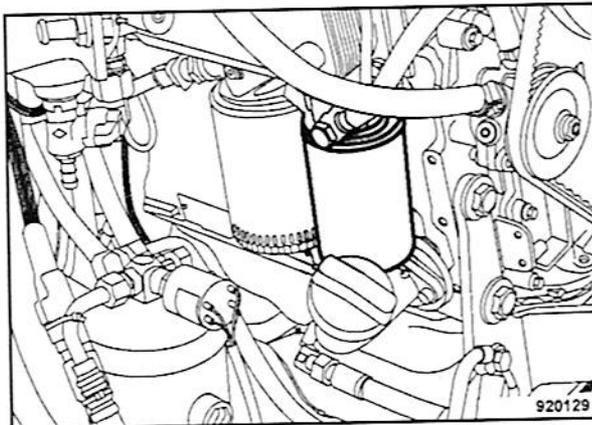

Fig. 146
- Soltar y desenroscar los filtros de combustible (Fig. 146) con una llave de cinta apropiada.